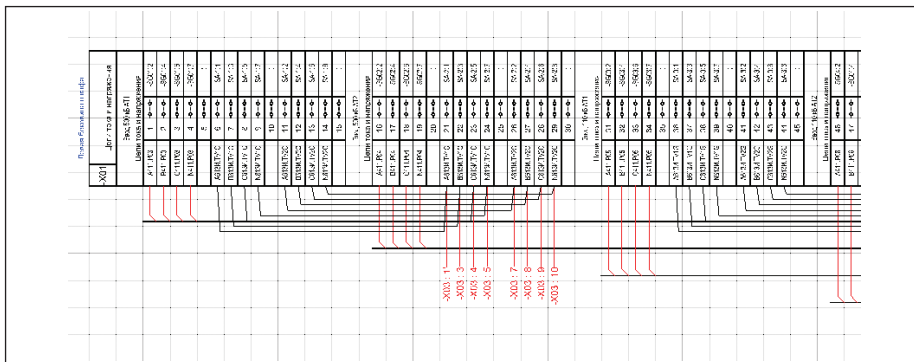

Рис. 7. ГФД, схема подключения кабелей к рядам зажимов, цепи тока и напряжения
- левая сторона – цепи тока и напряжения (рис. 7);